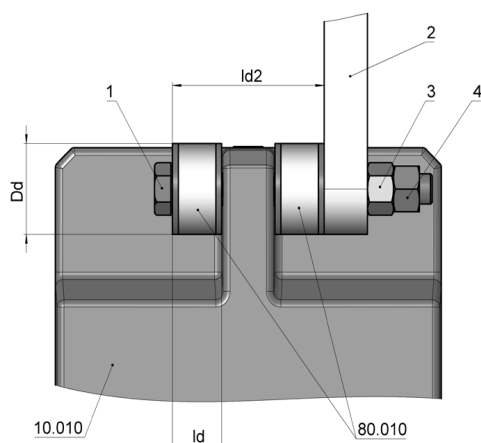

Fig. 2-1 Montaje de los topes de goma
Fig. 2-1 y las instrucciones siguientes son un ejemplo. Como norma general, al sujetar los topes de goma debe respetarse la medida ld_2 .
2. Monte el soporte de par motor (2) y los dos topes de goma (80.010) en el reductor F, tal como se muestra en Fig. 2-1.
3. Apriete la tuerca hexagonal (3) hasta alcanzar la medida ld_2 (véase Tab. 2-1:).
4. Asegure la tuerca hexagonal (3) con una contratuerca (4).